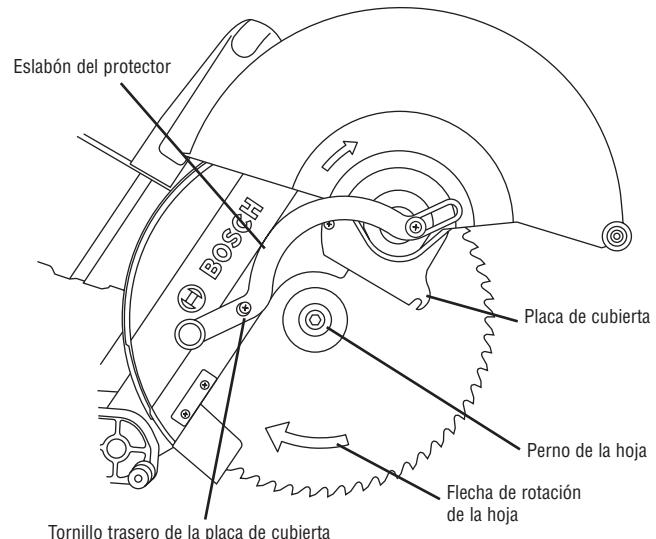

Figura 4
- Deslice la placa de cubierta hacia abajo y hacia fuera del tornillo trasero. Rote la placa de cubierta y el protector inferior en sentido contrario al de las agujas del reloj alrededor del tornillo delantero. Mientras sujetela el protector inferior hacia arriba contra el protector superior, mueva el eslabón para que su agujero redondo pueda ir sobre el tornillo trasero. Suéltelo y el ensamblaje del protector inferior quedará sujeto fuera del paso (vea la figura 4).